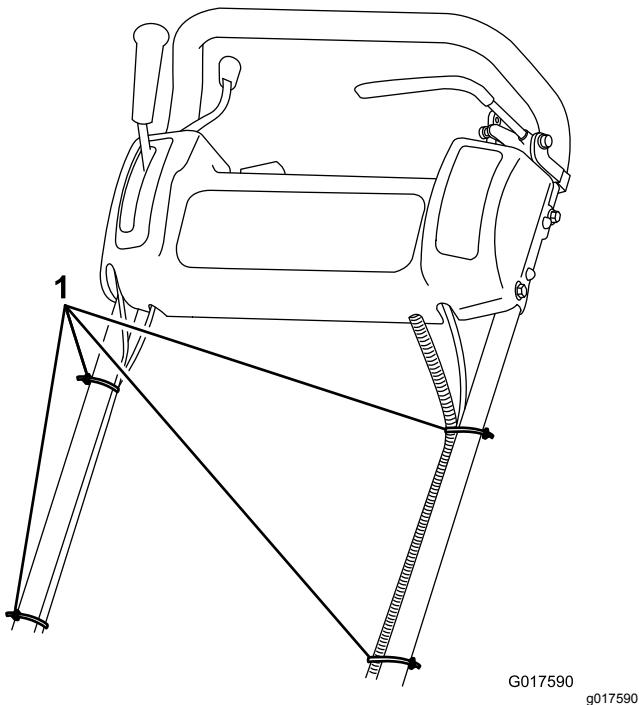

Рисунок 5
- Прикрепите к рукоятке тросы и жгут проводов кабельными стяжками (Рисунок 5).